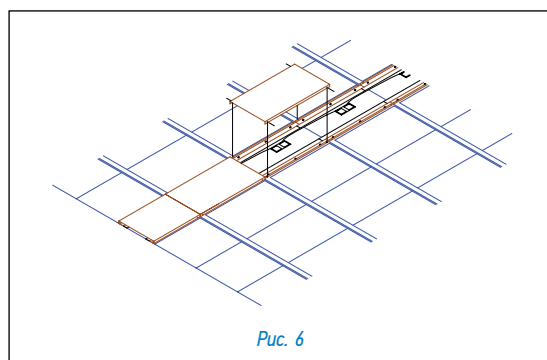

Рис. 6
#### Установка крышки-клип (рис. 6)
- далее зафиксируйте крышки с помощью крепежных винтов (рис. 6).